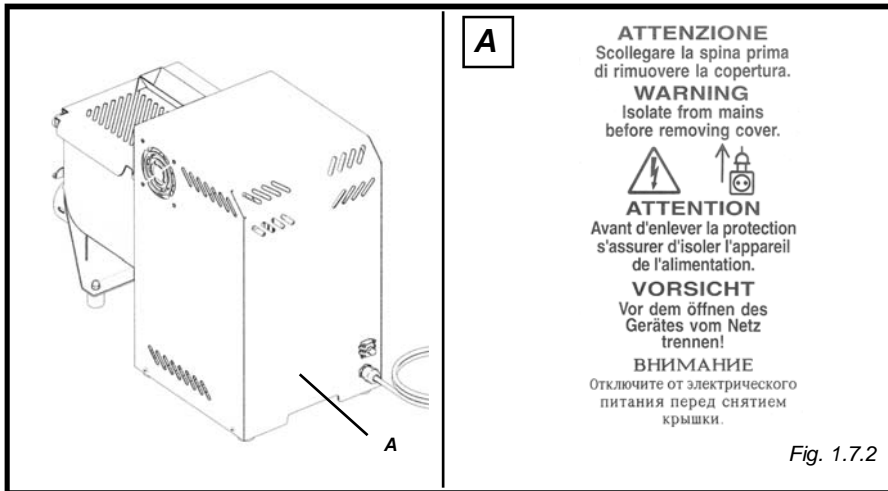

Fig. 1.7.2
1.7.1 - Plaques de mise en garde et de danger (fig. 1.7.2)